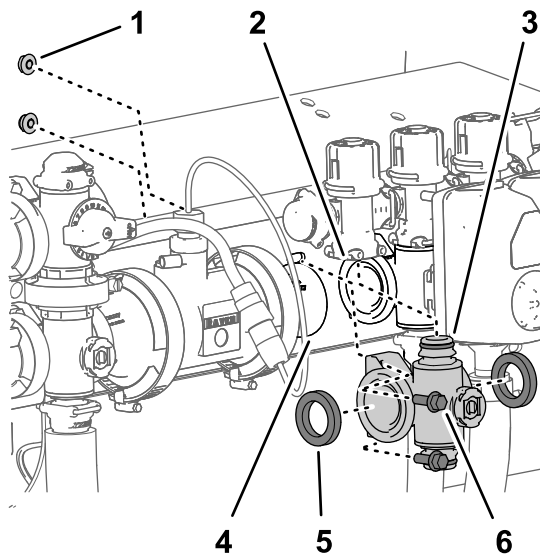

Figura 122
4. Rimuovete, dal collettore della valvola della sezione sinistra o destra, i 2 bulloni a testa flangiata ($\frac{1}{4}'' \times \frac{3}{4}''$) e i 2 dadi di bloccaggio flangiati ($\frac{1}{4}''$) che fissano il collettore al supporto della valvola (Figura 122).
5. Abbassate il collettore della valvola della sezione e le guarnizioni per liberare la valvola di bypass della sezione, quindi allontanateli dalla macchina (Figura 122).